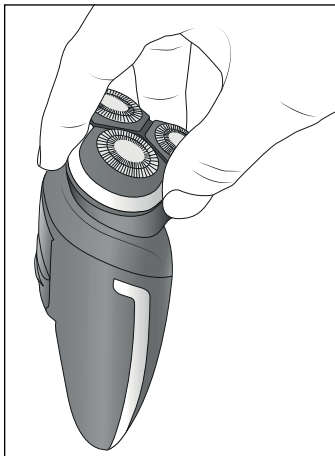

Fig. 2
- 1) Prindeți unitatea de tăiere **2** cu trei degete de concavitățile de prindere **3** și scoateți unitatea (a se vedea fig. 2).